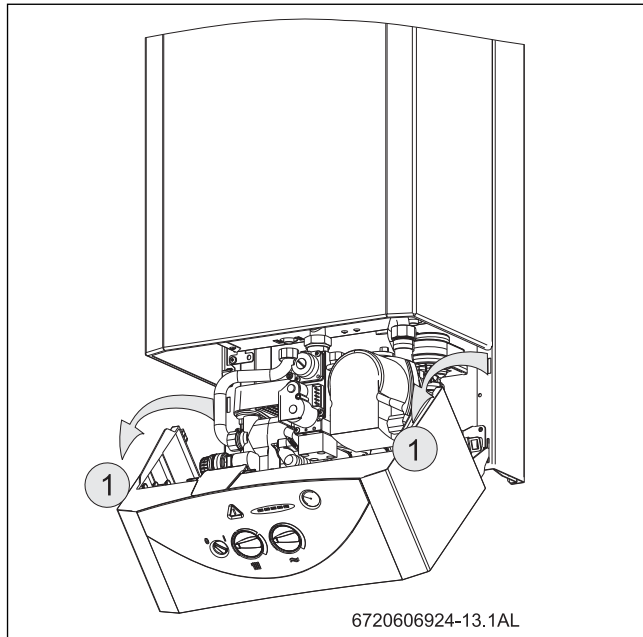

Fig. 24 Posición de servicio para el ajuste del gas
- ▶ Desconectar el interruptor principal (O) del aparato.
- ▶ Colocar el panel de mandos en la posición de servicio (ver Fig. 24).
- ▶ Aflojar el tornillo obturador (3) y conectar el manómetro de columna de agua al racor de medición.